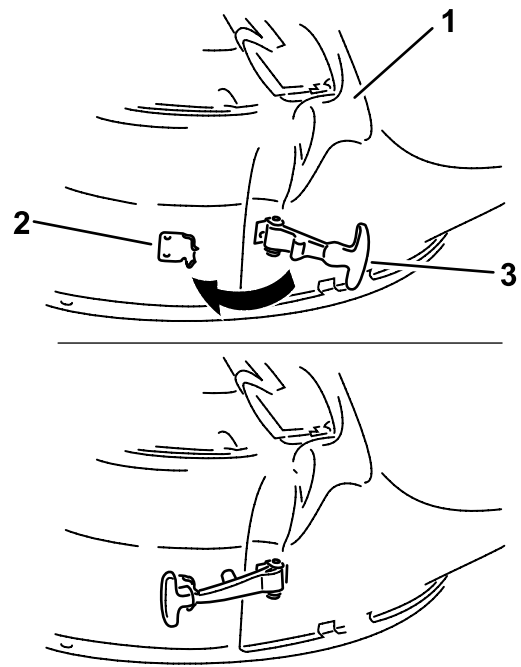

Bild 17
- Haken Sie den flexiblen Verschluss am Auswurfkanal an der Befestigungsklemme ein, die an des Mähwerk angeschweißt ist (Bild 17).